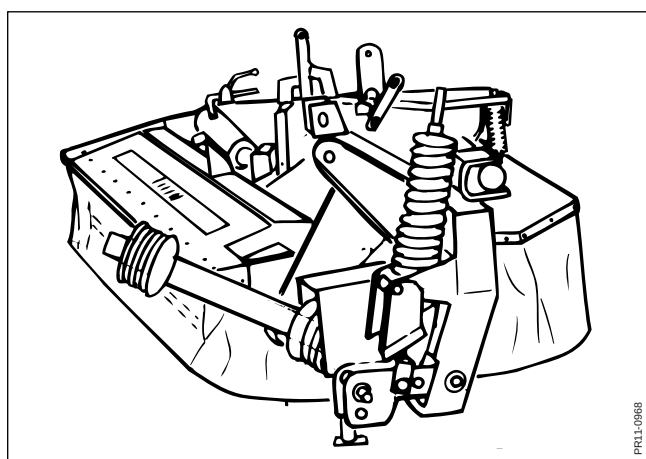

Fig. 3-14
- Fig. 3-14 6) Liften sænkes til maskinen står på jorden. Herefter frigøres liftarmene og traktoren kan køres væk.